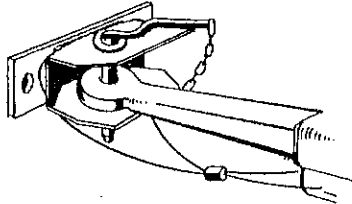

fig. 7
2.3 La figure 7 montre le bon accouplement de l'anneau du câble de sécurité.